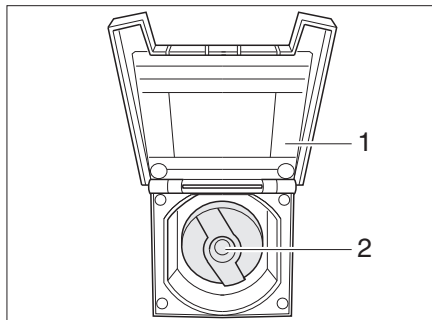

Fig. 135 Coperchio per bocchettone di riempimento dell'acqua potabile
- Aprire lo sportellino (Fig. 135,1) del bocchettone di riempimento dell'acqua potabile.
- Inserire la chiave nel cilindro della serratura (Fig. 135,2) e ruotare in senso antiorario di un quarto di giro.
- Chiudere lo sportellino (Fig. 135,1).
- Aprire il bocchettone di riempimento dell'acqua potabile (Fig. 135).